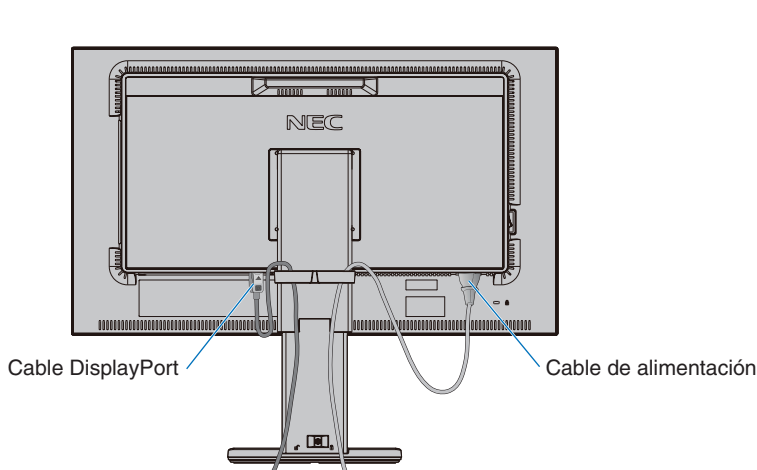
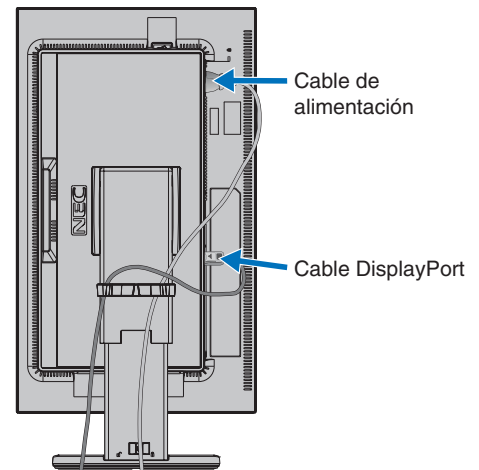

Figura C.2
Figura C.3
5. Para mantener los cables limpios y bien ordenados, colóquelos en el pasacables que está instalado en el soporte (**figura C.2 y figura C.3**).